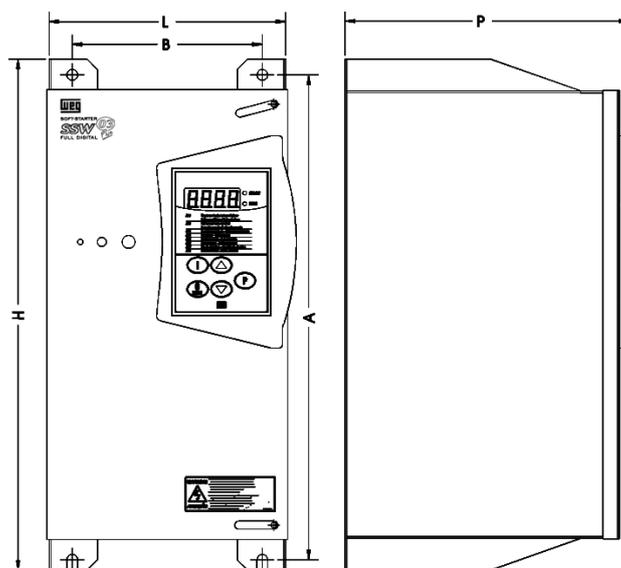

Figura 3.2 - Dimensional para SSW-03 Plus e furação para fixação
- Dimensões externas, furos p/ fixação etc, ver figura 3.2.